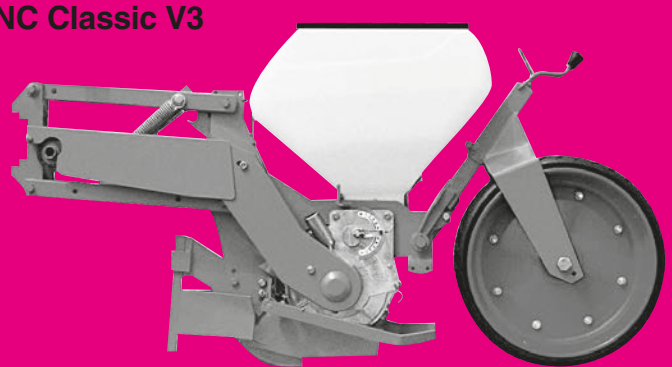

Fig. 42
- Roue tasseuse arrière plate autonettoyante 500 x 175 (fig. 42) avec raclettes intermédiaires longues, pour terrains souples et sableux.
- 500 x 175 self-cleaning flat rear press wheel (fig. 42) with long intermediate scrapers for soft, sandy ground
- Heckglattnolle selbstreinigend 500 x 175 (Abb. 42) mit langen Zwischenabstreifern, für weichen und sandigen Boden.